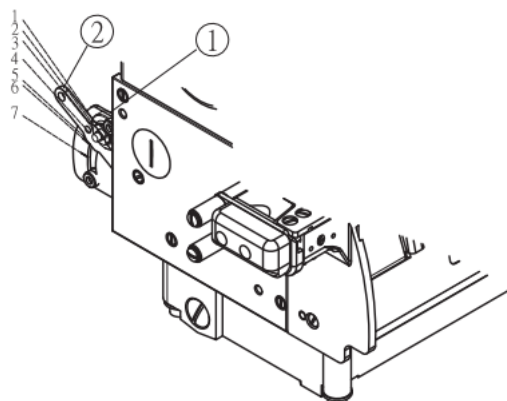

Рис.19
Ослабьте регулировочный винт ①. Настройте регулировочный стержень (2) вниз-ткань сморщится, в то время как движение вверх будет расширять ткань. Затяните регулировочный винт ① после окончания регулировки. (Рис.19) (табл.3)